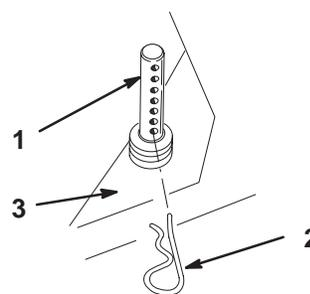

Figure 24
- Soulevez légèrement le plateau de coupe par les poignées et retirez les goupilles fendues qui se trouvent dans les montants de réglage de la hauteur de coupe. Dissociez ensuite le plateau de coupe du bâti porteur (Fig. 24).